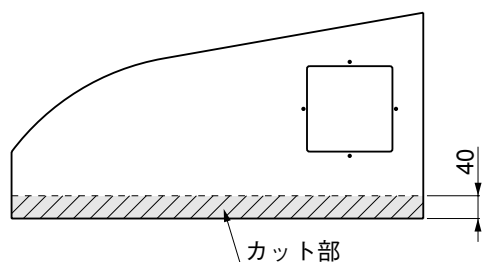

図2-1 換気扇用ランマパネル加工
① 図2-1にしたがって、カット部を40mmカットしてください。